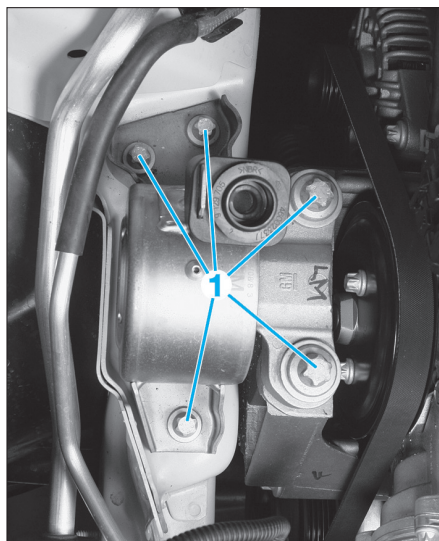

Fig. 2
- Déposer les vis (1) du silentbloc de support moteur droit puis ce dernier (Fig.2).